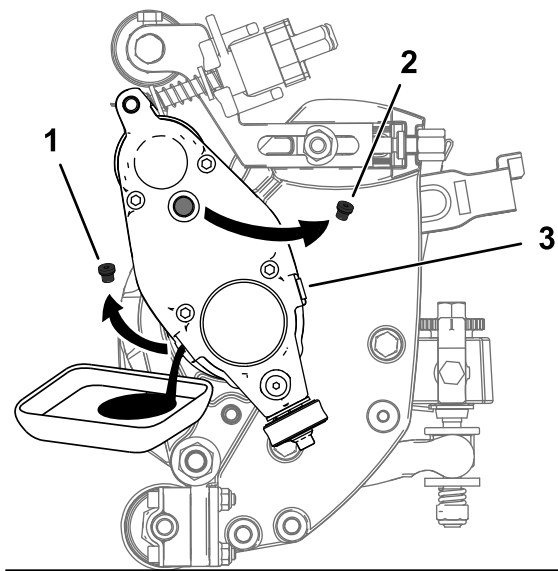

Figure 31
5. Basculez l'unité de coupe à la verticale pour placer l'orifice de vidange en bas et assurer ainsi une vidange complète (Figure 31).